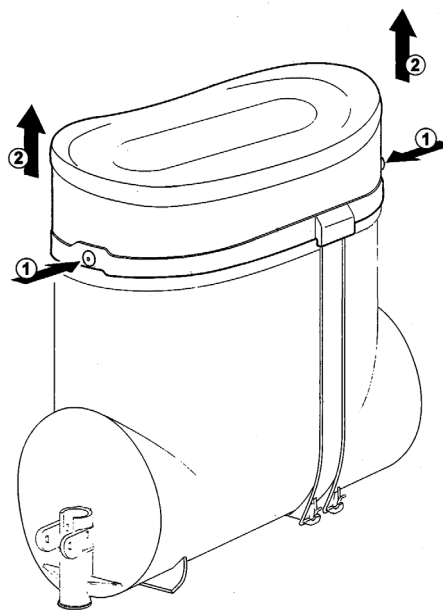

figura 1
- 9** Per rimuovere il coperchio premere uno qualsiasi dei due tasti di sbloccaggio e sollevare il coperchio stesso (vedere figura 1).